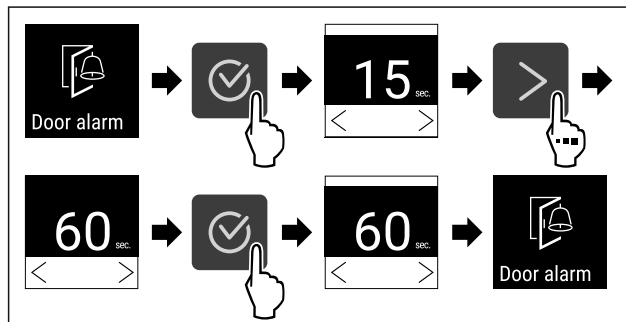

Fig. 87
- ▷ Proveďte akční kroky (viz Fig. 87).